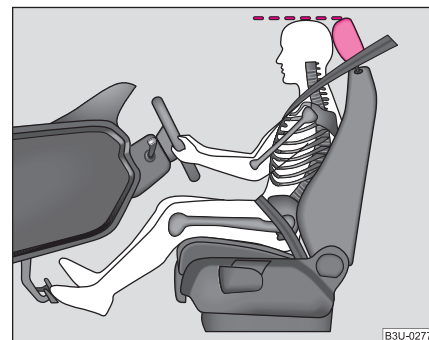

Fig. 133 Reglarea corectă a înălțimii tetierei
- Reglați tetierele astfel încât marginea superioară a tetierei să se afle la aceeași înălțime cu partea superioară a capului dvs. ⇒ **fig. 133**.
- Reglați tetierele astfel încât marginea superioară a tetierei să se afle la aceeași înălțime cu partea superioară a capului dvs. ⇒ pagina 149, fig. 133.
- Reglați tetierele astfel încât marginea superioară a tetierei să se afle la aceeași înălțime cu partea superioară a capului dvs. → pagina 149, fig. 133.